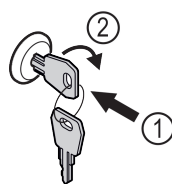

Fig. 90 Représentation à titre d'exemple
- Insérer la clé Fig. 90 (1).
- Tourner la clé à 90° dans le sens horaire Fig. 90 (2).